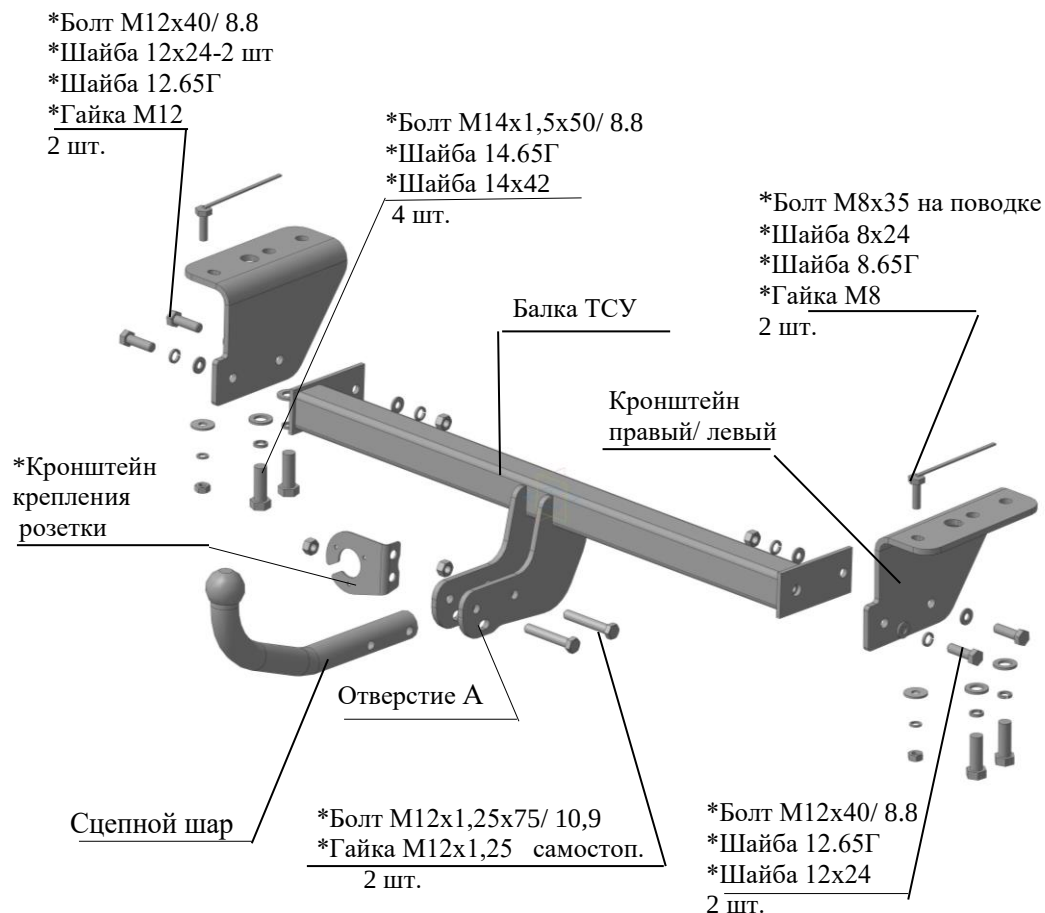

Рис.1 Тягово-сцепное устройство ТСУ 8171.
2.1 ТСУ 8171 в сборе (рис.1)	1 шт.
2.2 Пакет с комплектующими (см. рис.1)	1 шт.
4.3 Установить боковые съемные кронштейны ТСУ к нижним полкам лонжеронов, правый и левый соответственно рис.1, закрепить болтами М14х1,5х50
и болтами М8х35 на поводках и крепежом соответственно рис.1. Крепеж не затягивать.
4.4 Установить балку ТСУ к боковым съемным кронштейнам и закрепить болтами М12х40 и крепежом соответственно рис.1. Крепеж не затягивать.